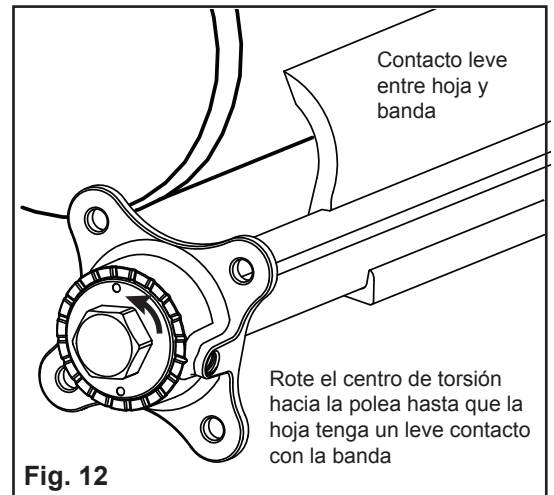

Fig. 12
- Aplique tensión de la hoja de limpieza a la banda del transportador rotando el centro de torsión hacia la polea motriz hasta que la hoja haga contacto con la banda y sienta una leve tensión en el centro de torsión (Fig. 12).